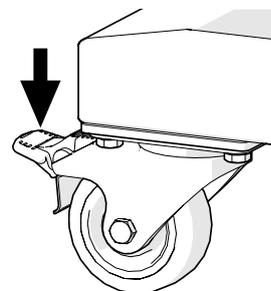

Abb. 25: Radbremse
- ▶ Arretieren Sie die Maschine an ihrem Standort, um sie gegen unbeabsichtigtes Bewegen zu sichern. Dazu drücken Sie mit dem Fuß die Radbremse am Gestell herunter (siehe Abb. 25). Vor jedem Transport lösen Sie die Radbremse durch Ziehen nach oben.